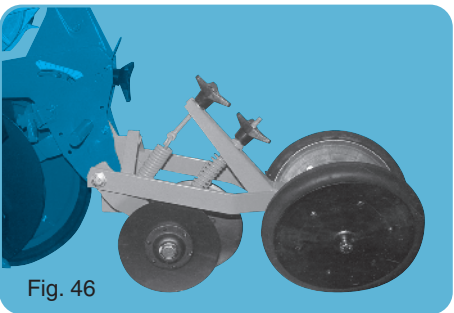

Fig. 46
- Blocs arrières à disques (fig. 46).
- Rear unit with two discs Ø 200 (fig. 46).